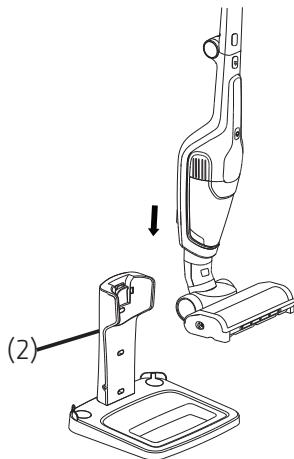
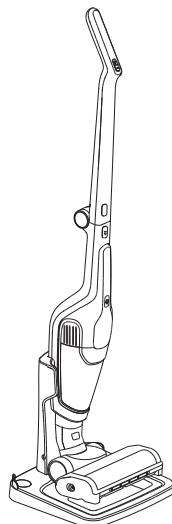

Fig. 5-2a
Fig. 5-2b
3. Løft apparatet, og sett det på laderen slik at kontakten på kroppen (1) dekker laderstativet (2) (Fig. 5-2a). Da lyser ladeindikatorene, og apparatet begynner å lade. Alle ladeindikatorene lyser i omtrent ett minutt, og de slukkes når ladingen er ferdig. (se Fig. 5-2b)